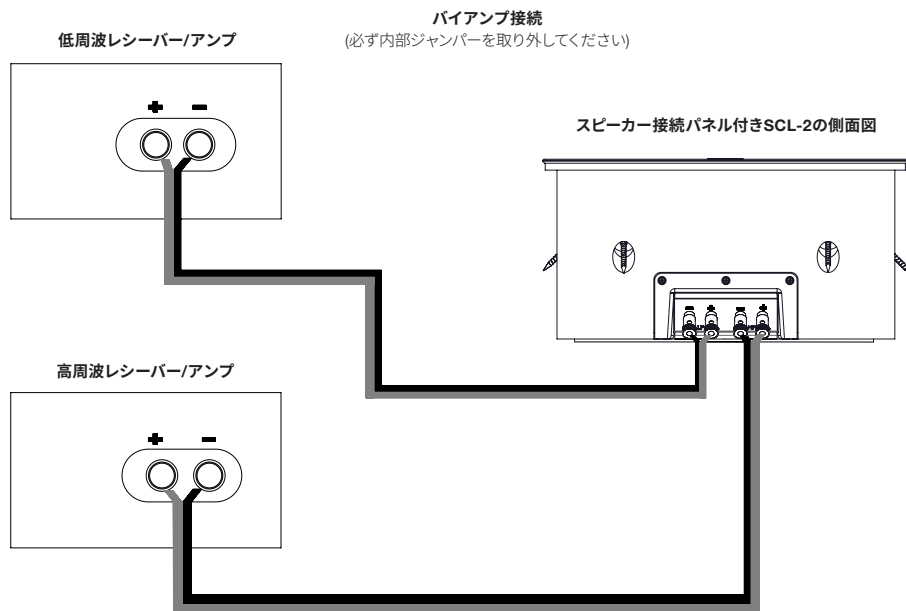

図9
3. 「HF」の印のついたほうをスピーカーの「HF」入力に接続し、「LF」の印がついたほうを「LF」入力に接続します。(図9)